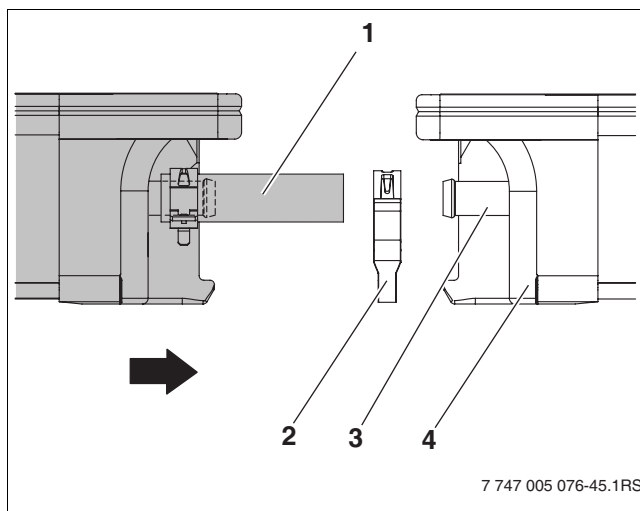

Fig. 65 Insérer le deuxième capteur dans le premier
- Poser le deuxième capteur avec les tuyaux solaires prémontés (fig. 65, [1]) sur les rails profilés et laisser glisser dans les dispositifs de sécurité anti-glissement.
- Pour les deux connexions, glisser la deuxième bride du compensateur (fig. 65, [2]) sur le flexible solaire [1].
- Glisser le deuxième capteur contre le premier (fig. 65, [4]) de manière à ce que les tuyaux solaires prémontés soient placés sur les raccords gauches [3] du premier capteur.